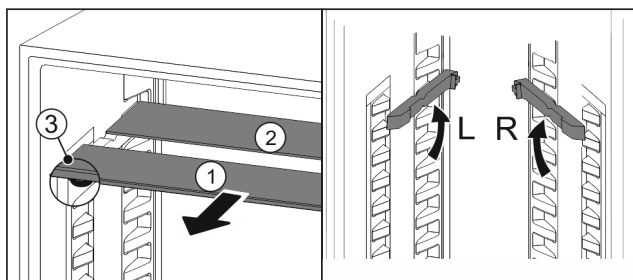

Fig. 26
- По одной извлеките Fig. 26 (1) стеклянные панели движением вперед.
- ▷ Стеклянная панель Fig. 26 (1) с декоративной планкой лежит спереди.
- ▷ Стопоры Fig. 26 (3) показывают вниз.